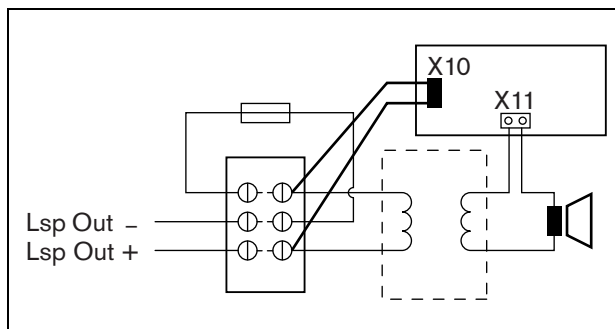

figura 13.6: Connessione di supervisione altoparlanti
- 3 Collegare la scheda all'altoparlante utilizzando i conduttori volanti e i connettori faston (vedere figura 13.6).